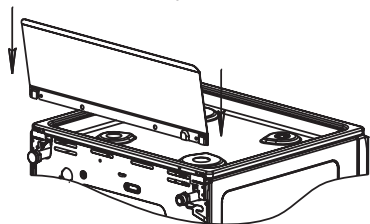

рис. 1
- Модели плит, не имеющие крышку стола, комплектуются щитком, который закрепляется перед установкой плиты (рис.1).